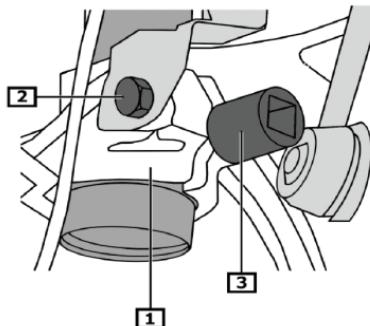

Fig. 4:
- Achsschenkel – Klemmverbindung aufschrauben (Fig. 4/2). Achsschenkel gegen Herunterfallen sichern. Achsschenkel mit Spezialwerkzeug (Fig. 4/3) etwas aufspreizen und nach unten vom Federbein abziehen.
- Unscrew the stub axle clamping connection (Fig 4/2). Secure the stub axle to prevent it from falling. Open up stub axle slightly using a special tool (Fig 4/3) and lower and remove it gradually from the suspension strut.
- Dévisser le raccord de serrage de la fusée d'essieu (Fig. 4/2). Assurer la fusée d'essieu contre toute chute.
- Ecartez la fusée d'essieu avec un outil spécial (Fig. 4/3) et tirer peu à peu de la jambe de force vers le bas.
- Desatornillar la muñequilla del eje – unión por efecto pinza (Fig. 4/2). Asegurar la muñequilla del eje contra la caída.
- Separar ligeramente la muñequilla del eje con una herramienta especial (Fig. 4/3) y quitarla hacia debajo de la columna de suspensión.